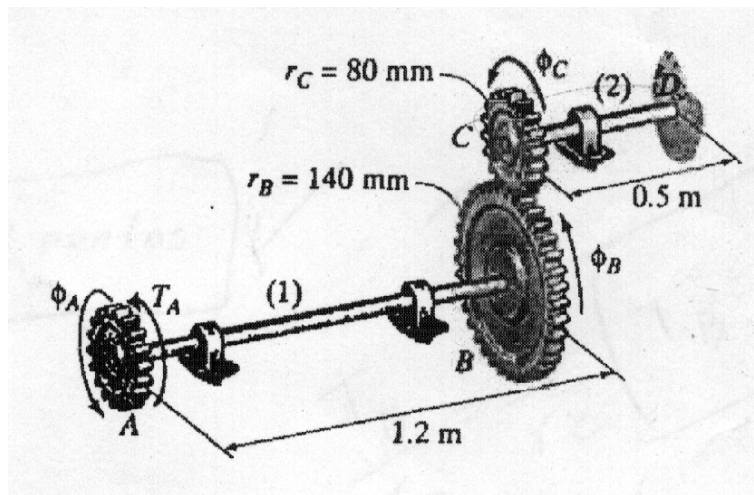

Figura 2: Esquema para P2.
**P2.** Un torque  $T_A$  se aplica en el engranaje  $A$  de la figura 2, produciendo un giro  $\phi_A = 0,05[rad]$ . El esfuerzo admisible del material de los ejes es  $\tau_{adm} = 50[MPa]$ .